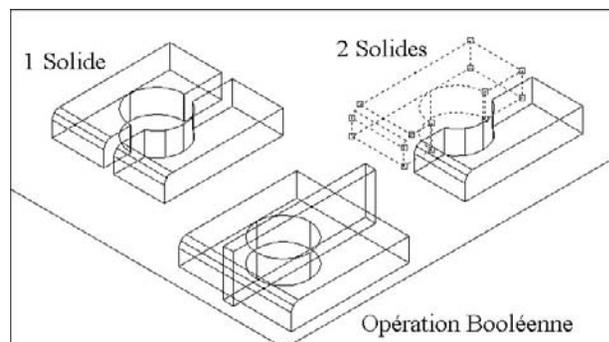

Fig.20.21
**Pour décomposer un solide 3D composé, la procédure est la suivante (fig.20.21) :**